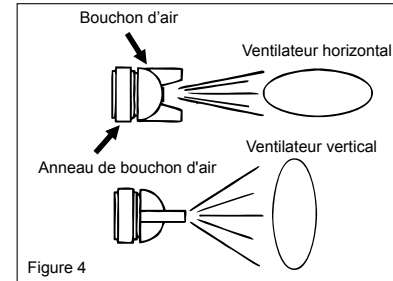

Figure 4
- Ajustez les directions du bouchon d'air d'être horizontale ou verticale comme demandé en desserrant l'anneau du bouchon d'air de 90 degrés avec la main. Serrez à la main l'anneau du bouchon d'air après l'ajustement. ( Voir la Figure 4)